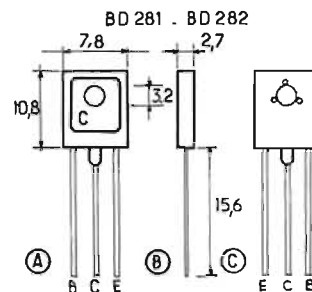

Fig. 9
Sur une face ((A) figure 9) il y a une surface métallique reliée au collecteur C. Celui-ci est également accessible par le fil C situé au milieu entre les fils B (à gauche) et E (à droite), lorsqu'on regarde cette face et les fils orientés vers le bas (b = fil de base, E = fil d'émetteur).